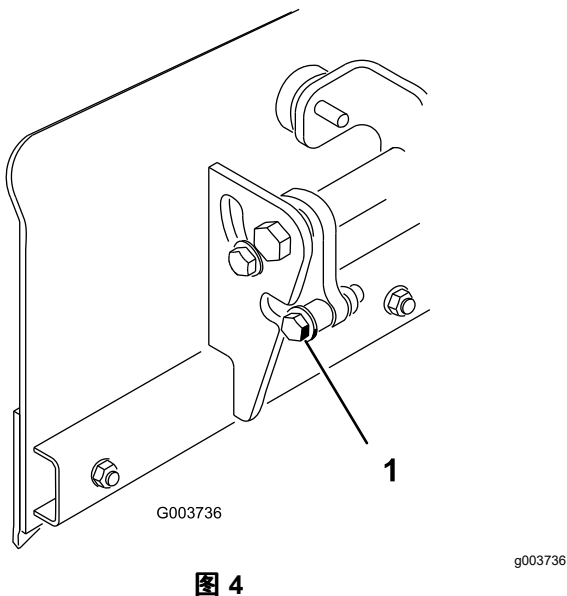

图 4
2. 从刀片两侧拆下后止动螺栓、垫圈和隔片图 4。保留这些部件以备随后的安装之用。